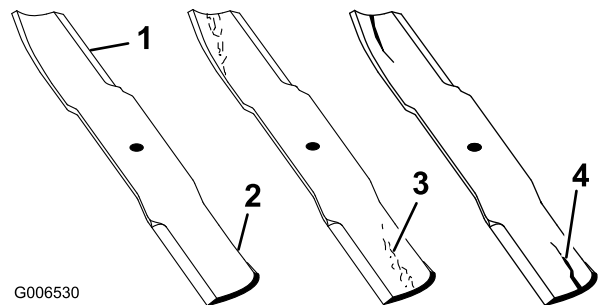

Bild 28
2. Prüfen Sie die Schnittkanten des Messers sorgfältig, insbesondere dort, wo die geraden Flächen die gebogenen berühren (Bild 28). Da Sand und anderes reibendes Material das Metall abschleifen kann, das die flachen mit den gebogenen Teilen verbindet, müssen Sie das Messer vor jedem Einsatz der Maschine prüfen. Tauschen Sie das Messer aus, wenn Sie eine Abnutzung feststellen (Bild 28); siehe „Entfernen des Schnittmessers“.
Wenn sich das Messer abwetzen kann, bildet sich ein Schlitz zwischen dem Windflügel und dem flachen Teil des Messers (Bild 28). Zuletzt kann sich ein Stück des Messers lösen und aus dem Gehäuse herausgeschleudert werden. Das kann zu schweren Verletzungen bei Ihnen selbst und Unbeteiligten führen.